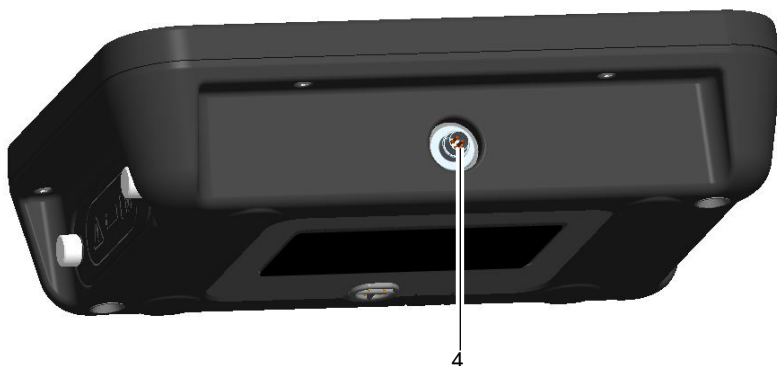

Рисунок 3: Соединитель разъемного кабеля ADTSTOUCH
- Подключив ADTSTOUCH через разъем (4) (см. Рисунок 3) к ADTS с помощью кабеля.